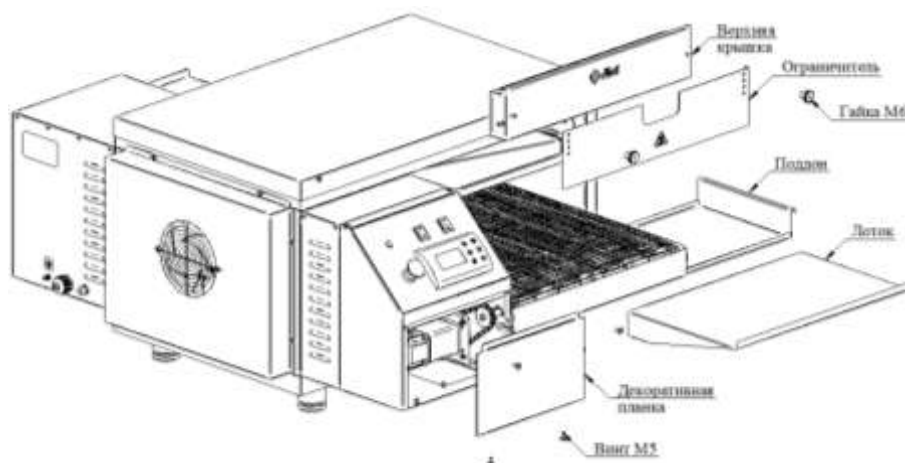

Рис. 9
1. Вынуть конвейер из корпуса изделия: для этого необходимо снять декоративную планку под панелью управления, открутив четыре винта М5. Снять лотки и поддоны с конвейера, верхние крышки, ограничители с корпуса, открутив гайки М6 (см. Рис. 9).